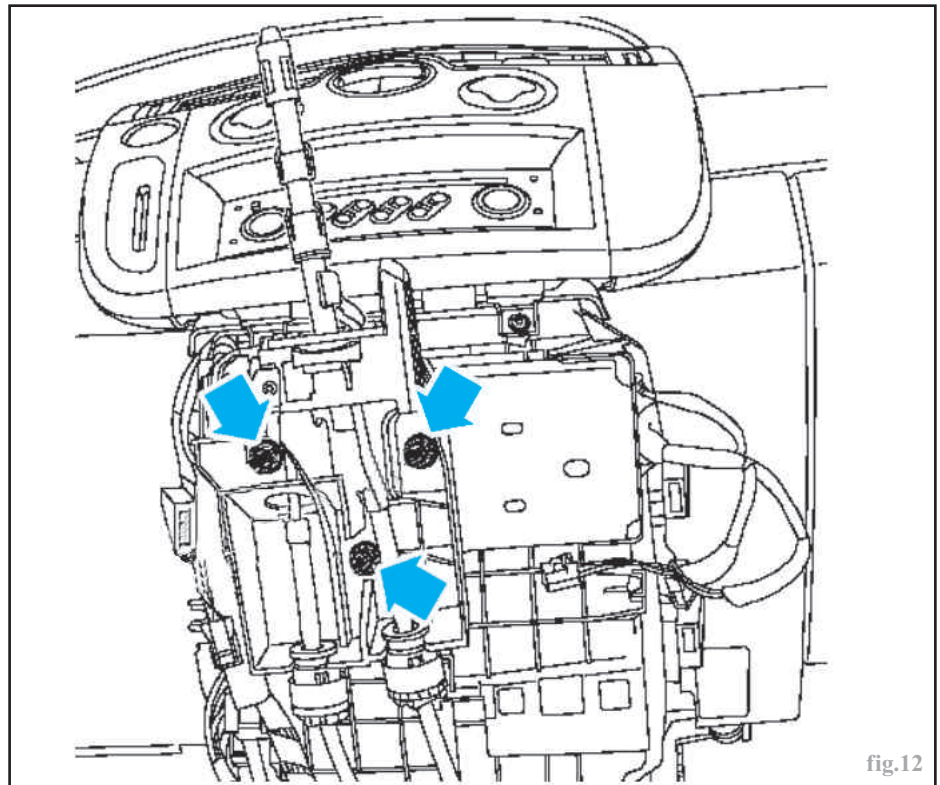

fig.12
- les trois vis de fixation du boîtier de commande (fig.12),